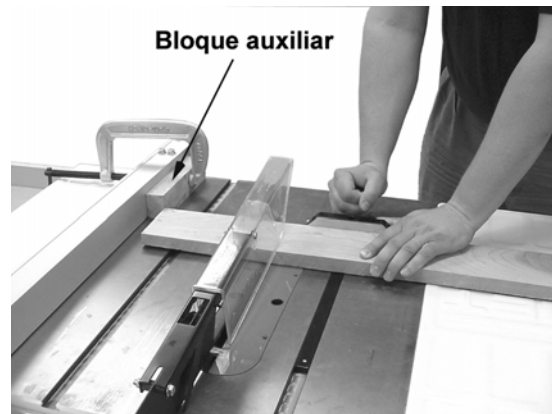

Figura 35
- ❑ No use el calibre de ingletes y la guía para cortar al hilo durante la misma operación, a menos que se use una tabla de refrentado plano (bloque auxiliar) en la guía para permitir que la sección cortada de la pieza de trabajo quede libre antes de que se inicie el próximo corte (consulte la Figura 35).
**Nunca** se debe hacer a pulso los cortes transversales, ni se debe usar la guía como tope a menos que el bloque auxiliar esté sujeto adelante de la zona de la hoja de manera que la pieza de cortado quede libre del bloque antes de que se inicie el corte (Figura 35).